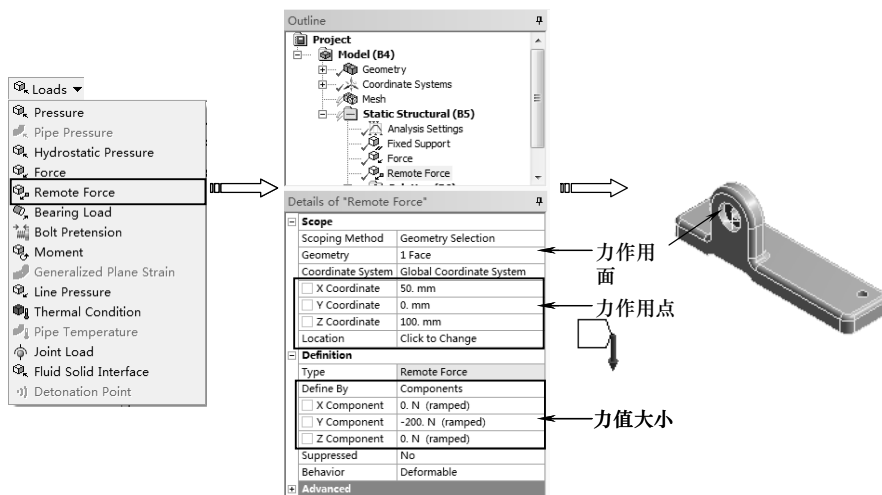

图 5-22 远端力
- ✧ Remote Force (远端力)：远端力是指在几何体的点、边、面上施加一个远离的集中力载荷，相当于施加一个同样大小的集中力和一个因为力偏置产生的力矩，该载荷需要指定力作用点的位置，如图 5-22 所示。